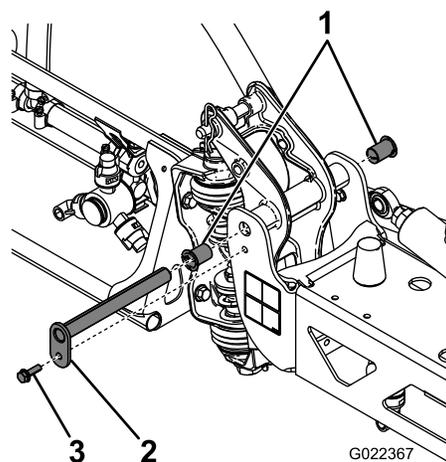

Figure 46
3. Lorsque le poids de la rampe est supporté, retirez le boulon et l'écrou de fixation de l'axe de pivot à l'ensemble rampe (Figure 46).
6. Déposez et examinez les bagues en nylon à l'avant et à l'arrière du support de pivot (Figure 46).
8. Montez l'ensemble rampe et support de pivot dans le bâti central en alignant les ouvertures (Figure 46).